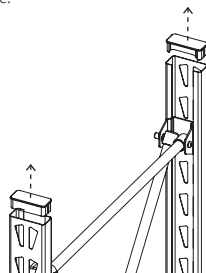
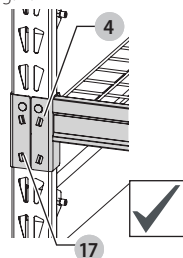

Fig. R.1
Fig. R.3
3. Con la ayuda de un asistente, levante una estantería ensamblada y colóquela encima de la otra estantería ensamblada. Alinee cuidadosamente los marcos verticales superior e inferior de ambos lados. Mientras una persona estabiliza la parte superior del estante ensamblado verticalmente, la otra persona colocará hasta ocho (8) soportes de apilamiento **17** en la estantería para unir las dos piezas. Se colocará un soporte de apilamiento en cada esquina de los marcos verticales para unir las costuras. Si se desea colocar un estante al mismo nivel que los soportes de apilamiento, las vigas transversales **4** se pueden usar para reemplazar un (1) soporte de apilamiento en cada esquina de los marcos verticales. (Fig. R, S)
ADVERTENCIA: la costura que une las estanterías superior e inferior debe estar completamente cubierta por dos (2) soportes de apilamiento o por un soporte de apilamiento y una viga transversal (Fig. R.1, R.2). Si no se cubre completamente la costura con los soportes de apilamiento y las vigas transversales completamente asentadas, la estantería puede colapsar cuando se carga, causando lesiones graves o la muerte. (Fig. R.3, R.4, R.5, R.6)